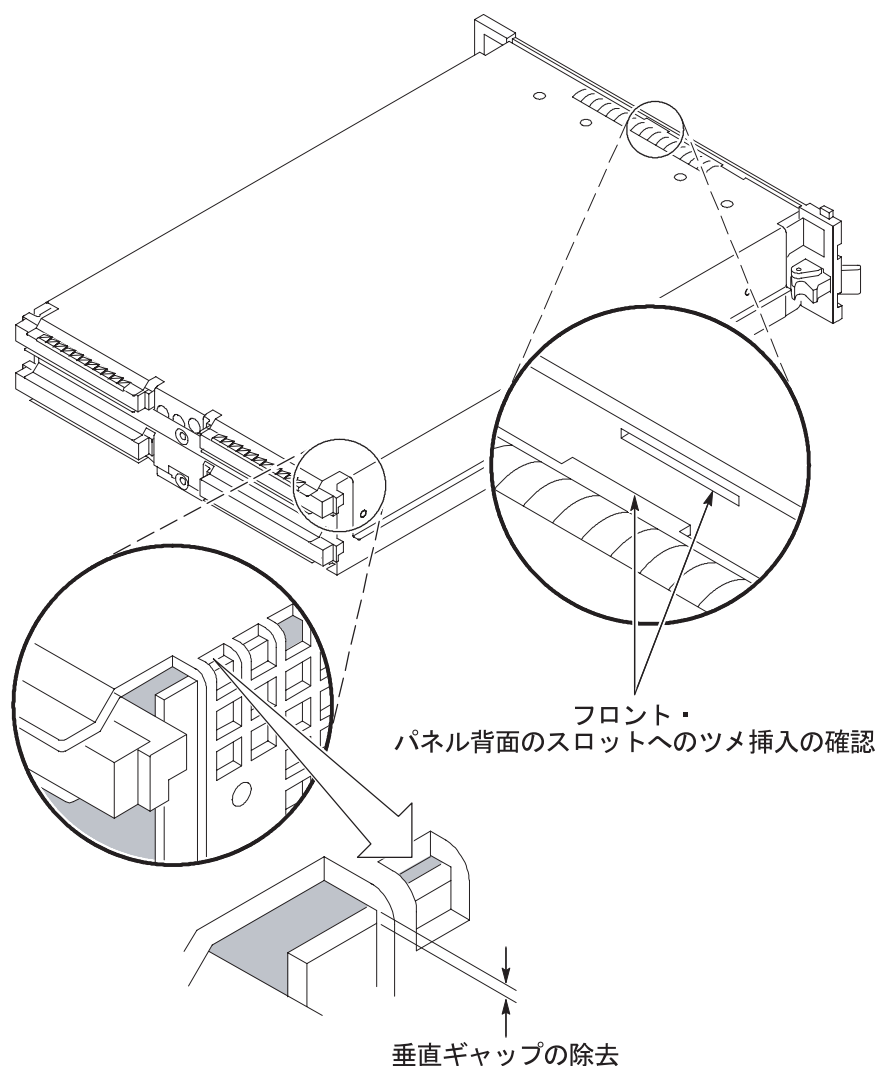

図 23 : カバーを筐体に取り付けます
6. カバーの前面の端のタブが前面サブパネルの後部に挿入されるように、カバーを前に押し込みます。カバーが完全に固定され、前後の筐体のフランジに隙間がないことを確認します（35 ページの図 23 を参照）。